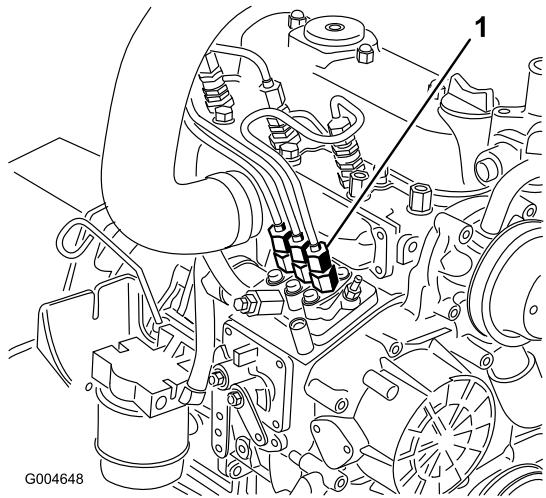

Figura 48
1. Coloque um tapete por baixo da tubagem que sai da bomba de injecção para o bocal injector n.º 1 conforme ilustrado em Figura 48.